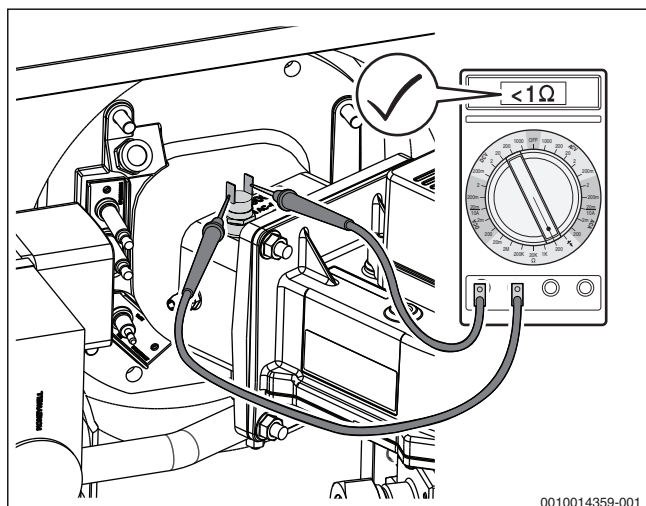

Рис. 63 Измерение электрического сопротивления на контактах реле контроля температуры (реле в порядке)
- ▶ Измерьте электрическое сопротивление на контактах реле контроля температуры (→ рис. 63).